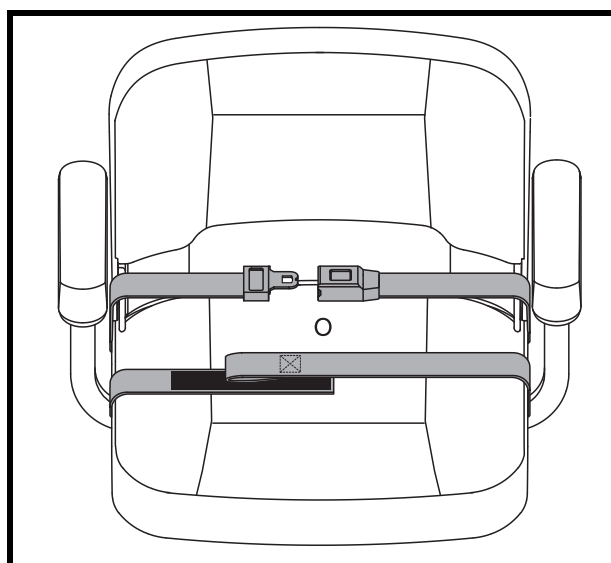

Figura 20. Cinture di sicurezza - Cintura di sicurezza con aggancio metallico o con aggancio riutilizzabile e velcro
1. Inserire il gancio metallico del lato destro della cintura nella chiusura di plastica al lato opposto spingendo fino a sentire un “click”. **Vedere figura 20.**
1. Allineare le due parti della cintura ponendo la parte con il velcro direttamente sopra il lato di adesione ("gancio") dell'altra parte. Premere per bloccare. **Vedere figura 20.**